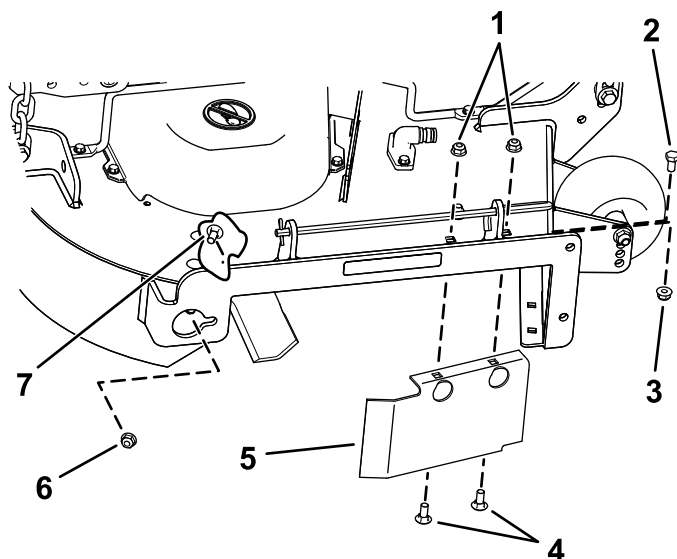

Figura 33
8. Remova o parafuso de carroçaria (5/16 pol. x 3/4 pol.) e porca de bloqueio (5/16 pol.) na parede lateral da plataforma do cortador que prende o abafador à plataforma (Figura 33).
9. Localize o resguardo do abafador na extremidade frontal da abertura de descarga lateral (Figura 33).
10. Remova as fixações que prendem o resguardo do abafador e abafador direito à plataforma do cortador (Figura 33).
13. Instale as fixações previamente removidas nos furos frontais na placa de descarga e furo frontal na plataforma (Figura 33).